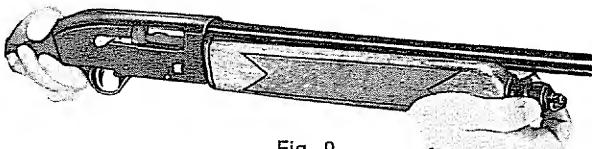

Fig. 9
9 — Rimettere il tappo dell'asta e serrare con una certa energia (fig. 9).
- 9 - screw on fore-end cap: make sure it is tight, (fig. 9).
- 9 - visser bien à fond le bouchon du devant bois (fig. 9)